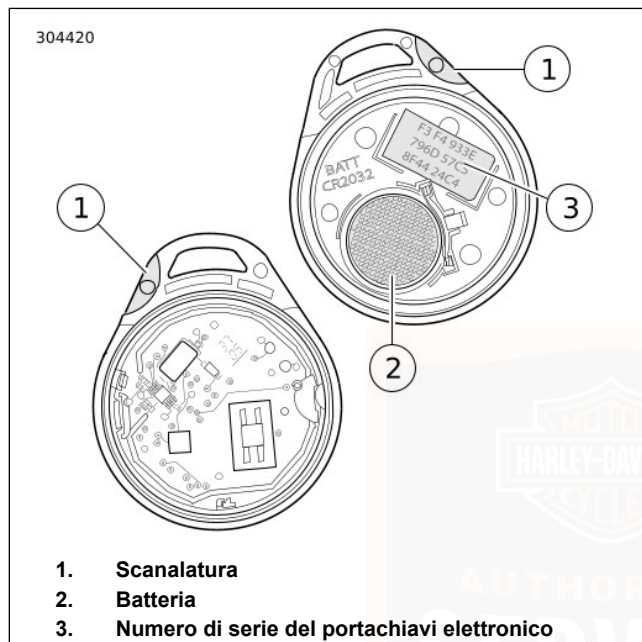

Figura 44. Batteria del portachiavi elettronico
1. Vedere Figura 44. Fare leva delicatamente con una lama sottile nella scanalatura a unghia (1) sul lato del portachiavi per separare le due metà.
2. Togliere la batteria (2) ed eliminarla.